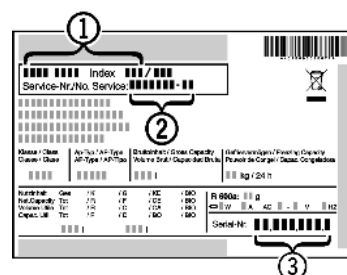

Fig. 7
- ▶ Contact opnemen met de Technische Dienst en het probleem, apparaataanduiding Fig. 7 (1), service-nr. Fig. 7 (2) en serie-nr. Fig. 7 (3) mededelen.